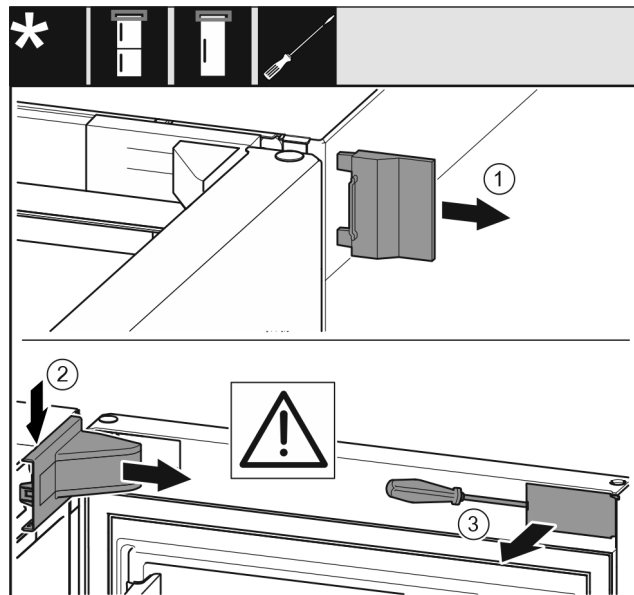

Fig. 10
- Detașați capacul exterior Fig. 10 (1).
- Deblocați și detașați capacul suportului de lagăr Fig. 10 (2).
- Deblocați masca Fig. 10 (3) cu șurubelnița plată și pivați-o în lateral.